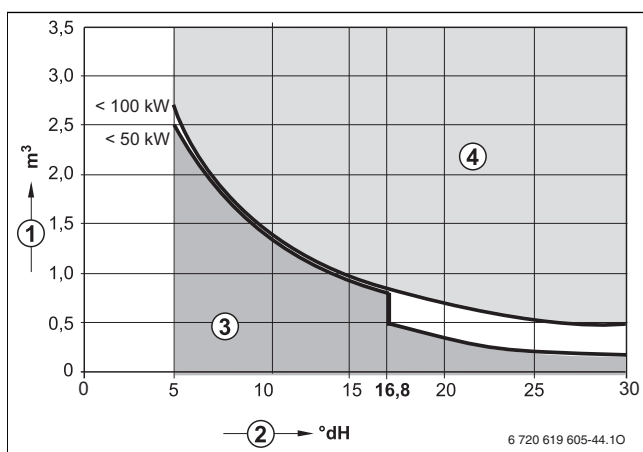

Bild 27 Anforderungen an Füllwasser für Einzelgeräte bis 100 kW
- Ausschließlich unbehandeltes Leitungswasser verwenden (Diagramm in Bild 27 dabei berücksichtigen).
Zur Überprüfung der zugelassenen Wassermengen in Abhängigkeit der Füllwasserqualität dient das Diagramm in Bild 27.
- Wenn die tatsächlich benötigte Füllwassermenge größer ist als das Wasservolumen über die Lebensdauer (→ Bild 27), ist eine Wasserbehandlung erforderlich. Dabei nur durch Buderus freigegebene Chemikalien, Wasseraufbereitungsmittel o. Ä. einsetzen.